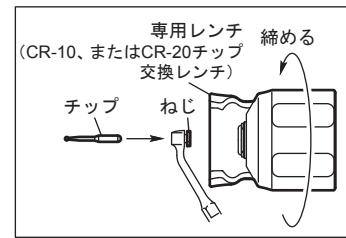

図 2
- ② チップをVチップホルダー（V30またはS75）の先端部の奥にあたるまで差し込み、ねじをCR-10またはCR-20チップ交換レンチを用いて「カチッ、カチッ」と空回りするまで締め付けます。（図2）
- ③ 装着したチップを引っ張って、チップがVチップホルダー（V30またはS75）から抜けにくい確認します。締まりが不十分だと、適切な振動が得られない場合があります、脱落のおそれがあります。